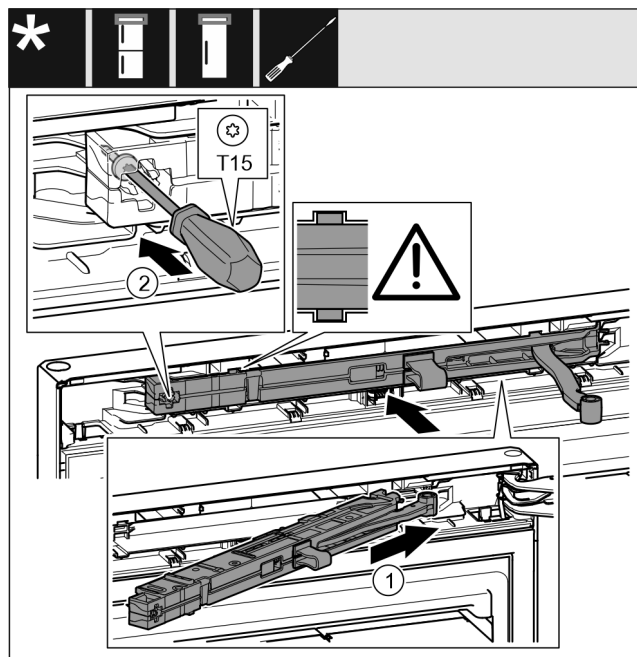

Fig. 20
- ▶ Introduire à fond l'amortisseur de fermeture du côté du support de palier dans la rainure en l'inclinant. *Fig. 20 (1)*
- ▶ Serrer la vis avec un tournevis T15. *Fig. 20 (2)*